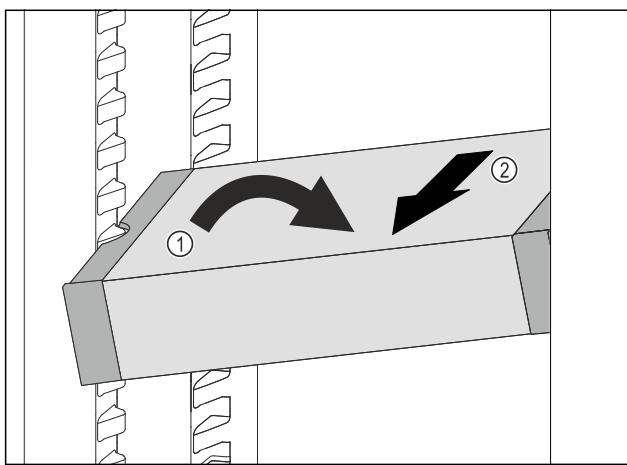

Fig. 99
- VarioSafe postavte v chladničke šikmo. Fig. 99 (1)
- VarioSafe vyberte dopredu. Fig. 99 (2)